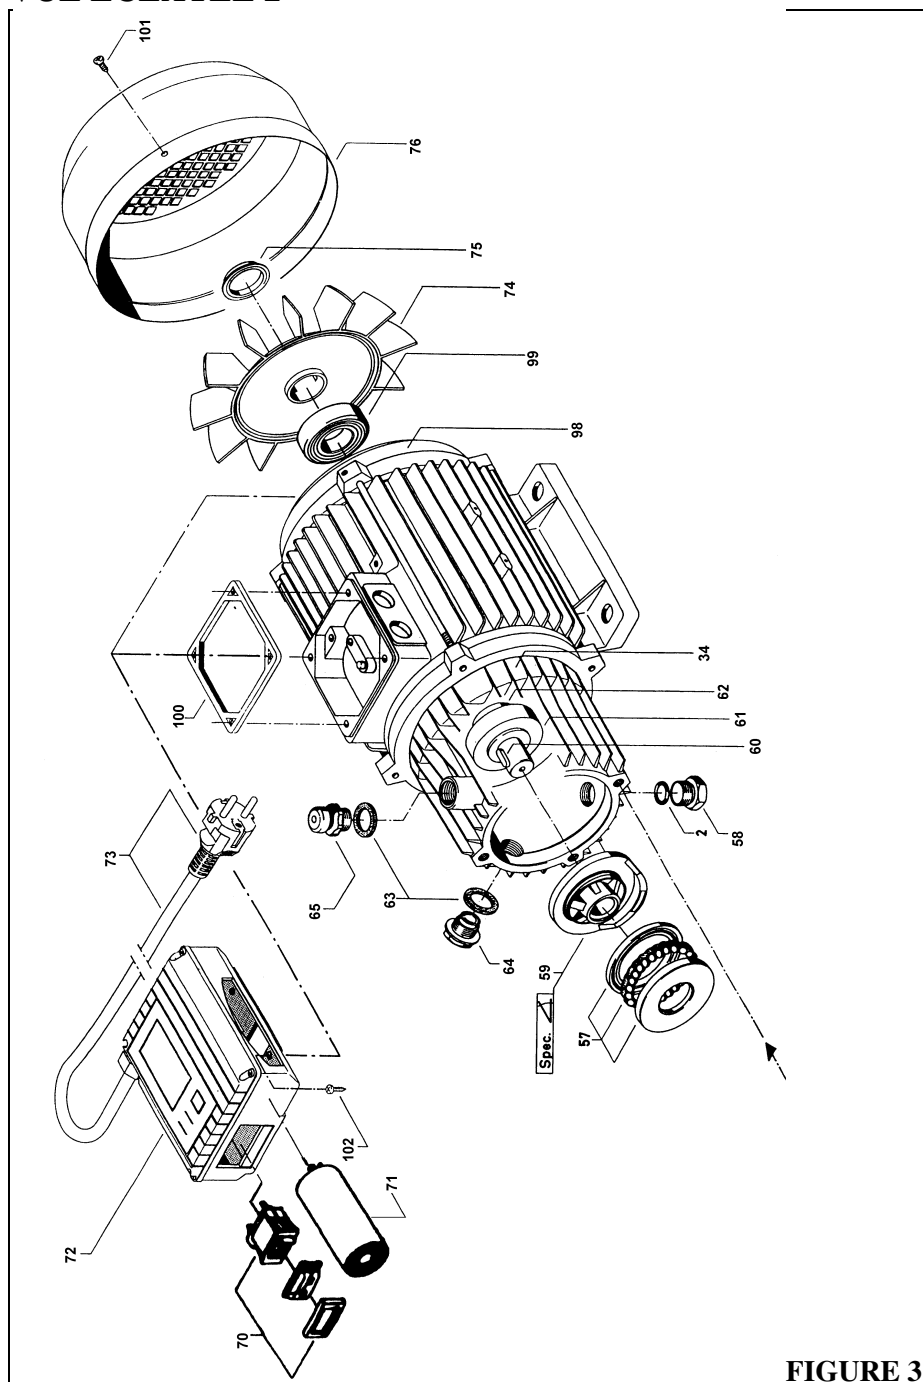

FIGURE 3
Pompe (n°1, fig.3)
- Pour la vidange, dévisser le bouchon (n°58, fig.3), laisser l'huile s'écouler, puis revisser celui-ci.
- Pour le remplissage, dévisser le bouchon (n°65, fig.3), et remplir le carter sans dépasser le point rouge du bouchon (n°64, fig.3).
- Vérifier que le filtre d'arrivée d'eau n'est pas encrassé (n°39, fig.3): dévisser votre raccord rapide (n°41, fig.2) et retirer le filtre à l'aide d'une pince et le nettoyer.